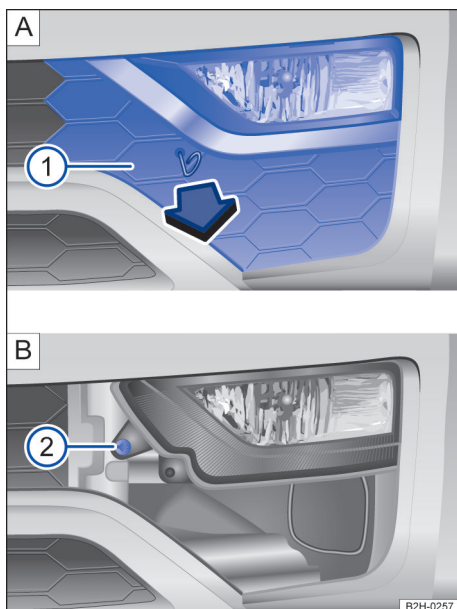
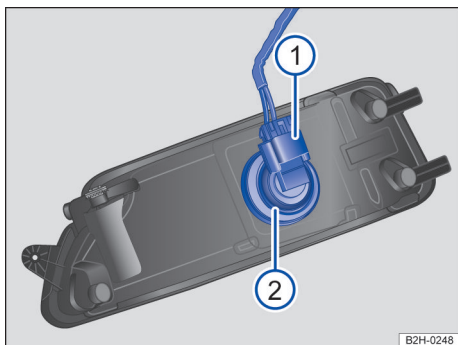

Fig. 147 No para-choque dianteiro à direita: desinsalar o farol.
Fig. 148 Substituir a lâmpada incandescente do farol.
→ Fig. 147 e → Fig. 148
- ① Observar e executar a lista de controle → Página 202.
- ② Retirar o gancho extrator das ferramentas de bordo e encaixar na abertura da cobertura → Fig. 147 A. Remover a cobertura ① A para frente no sentido da seta e, se for o caso, deixá-la suspensa cuidadosamente no cabo do sensor do auxílio de estacionamento.
- ③ Desaparafusar o parafuso de fixação → Fig. 147 ② B com a chave de fenda das ferramentas do veículo → Página 198.
- ④ Rebater o farol um pouco para frente e retirá-lo dos apoios laterais.
- ⑤ Destravar e retirar o conector → Fig. 148 ①. ▶
- ⑥ Girar o suporte de lâmpadas na direção da seta até o batente no sentido anti-horário e retirar com a lâmpada incandescente → Fig. 148 ②.
- ⑦ Substituir a lâmpada incandescente queimada por uma lâmpada incandescente nova do mesmo modelo.
- ⑧ Encaixar o suporte da lâmpada no farol e girar no sentido horário até o batente.
- ⑨ Encaixar o conector → Fig. 148 ① no suporte da lâmpada ②. O conector deve encaixar audivelmente.
- ⑩ Encaixar o farol nos alojamentos e rebater para trás.
- ⑪ Apertar o parafuso de fixação → Fig. 147 ② B com a chave de fenda.
- ⑫ Encaixar a cobertura no para-choque → Fig. 147 ① A.